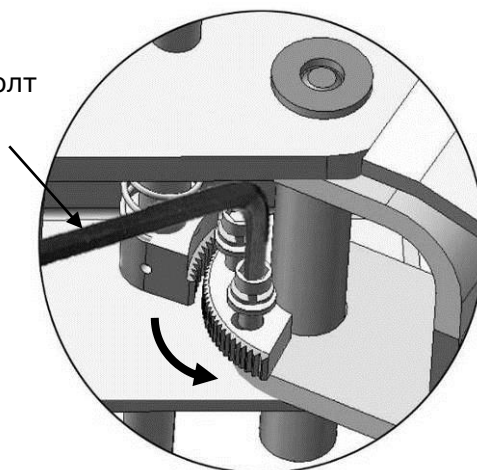

Рис. 36
2. Опустите каретки до конца, используйте 8# шестигранник, чтобы ослабить болт (См. рис. 36).